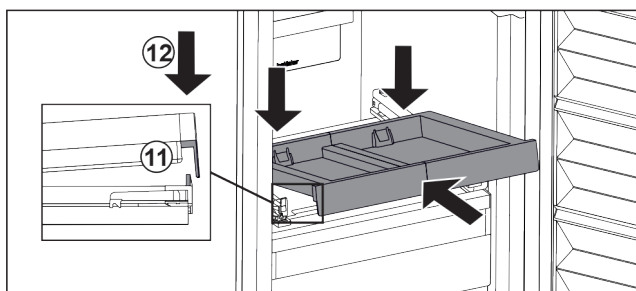

Fig. 143
- ▶ L'insérer en l'inclinant. Veiller à ce que, des deux côtés, la butée soit derrière la languette. Fig. 143 (11)
- ▶ Déposer le compartiment coulissant par l'avant. Fig. 143 (12)